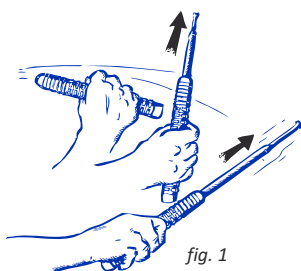

fig. 1
2. **Déployer le bâton** doucement vers le bas, horizontalement ou vers le haut avec une vitesse suffisante pour que les tubes sortent et se verrouillent – cf fig 1. Plus le mouvement est vif et ferme, meilleur sera le blocage en position ouverte – mais il sera peut-être alors plus difficile à fermer.